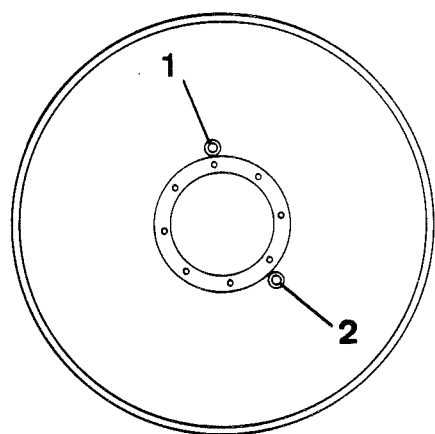

Fig 33 Valsens placering vid oljepåfyllning
- 3 Kör maskinen så att pluggen (1) kommer högst upp.
- 4 Fyll på olja typ D enligt smörjmedel, se sid 1, till halva nivåglaset. Se fig 33.